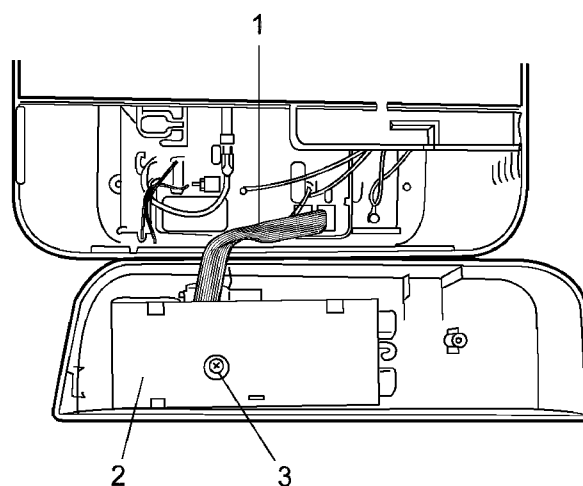

Рис. 4
3. Осторожно отсоединить крышку печатной платы, отсоединив крепежный винт. (Рис. 4)